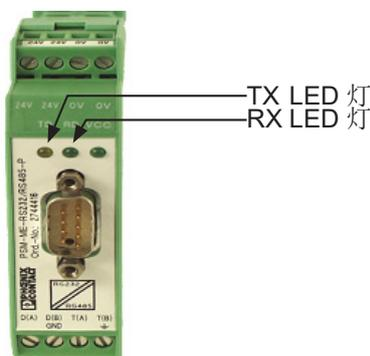

图 8.1. RS-485转换器
- RS-485转换器是否连接到正确的COM端口？如连接正确，发射LED灯（TX）（图8.1）应在测量开始后闪烁，表明电脑正在发送数据。